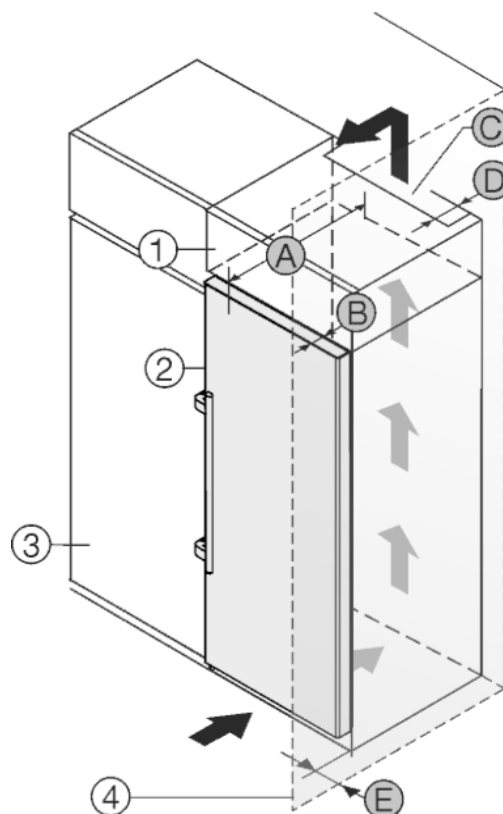

Fig. 19
Het apparaat kan in keukenkasten worden ingebouwd. Om het apparaat Fig. 19 (2) aan de hoogte van het keukenblok aan te passen, kan boven het apparaat een opzetkast Fig. 19 (1) worden aangebracht.
Het apparaat kan direct naast de keukenkast Fig. 19 (3) worden geplaatst. Om de deuren volledig te kunnen openen, moet het apparaat overeenkomstig de diepte Fig. 19 (B) t.o.v. het keukenkastfront uitsteken. Afhankelijk van de diepte van de keukenkast en het gebruik van de wandafstandhouders kan het apparaat verder uitsteken.
- Aan de achterzijde van de opzetkast moet een luchtafvoerkanaal met de diepte Fig. 19 (D) over de volledige breedte van de opzetkast aanwezig zijn.
- Onder het plafond moet de ventilatiedoorsnede Fig. 19 (C) worden aangehouden.
Wanneer het apparaat met de scharnieren naast een wand Fig. 19 (4) wordt geplaatst, moet de afstand Fig. 19 (E) tussen apparaat en wand worden aangehouden. Dit komt overeen met de uitsteekmaat van de handgreep bij geopende deur.